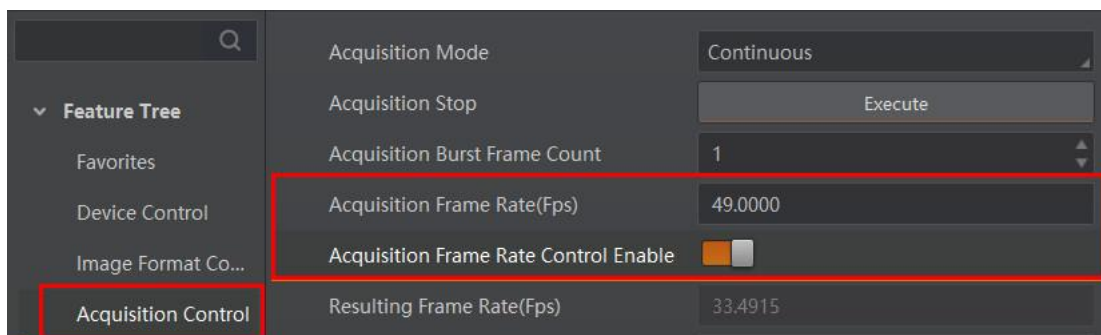

图10-1 帧率设置
2. 启用 *Acquisition Frame Rate Control Enable* 参数，如图 10-1 所示。